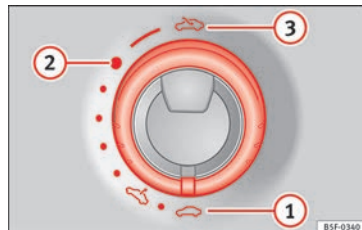

Abb. 11 Im Dachhimmel: Zum Öffnen und Schließen den Knopf drehen.
- Öffnen: Drehen Sie den Schalter auf die Position » Abb. 11 ③.
- Komfortstellung: Drehen Sie den Schalter auf die Position » Abb. 11 ②.
- Schließen: Drehen Sie den Schalter auf die Position » Abb. 11 ①.